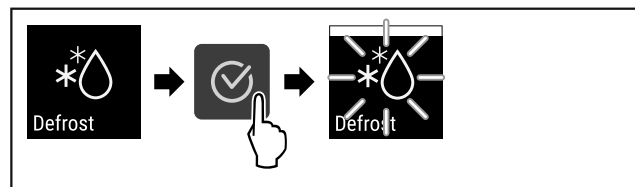

Fig. 86
- ▶ Genomför handlingsstegen (se Fig. 86).